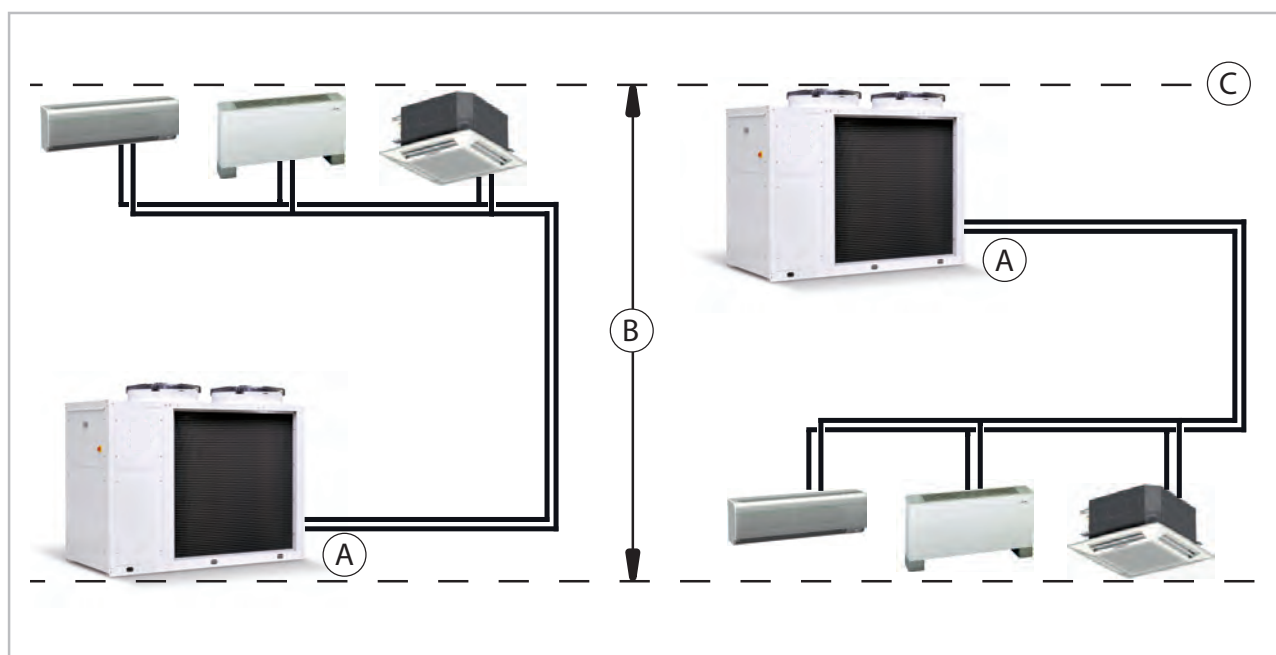

Fig. 27: Pré-pression de l'appareil
- Si l'appareil est positionné **au point le plus haut** de l'installation, la pré-pression de l'appareil (= pression d'arrêt) doit être réglée à **au moins 70 kPa (0,7 bar)**. Attention, la pression de l'installation est **augmentée** par la hauteur géodésique de l'installation au point le plus bas ! (voir Voir la Fig. 27)